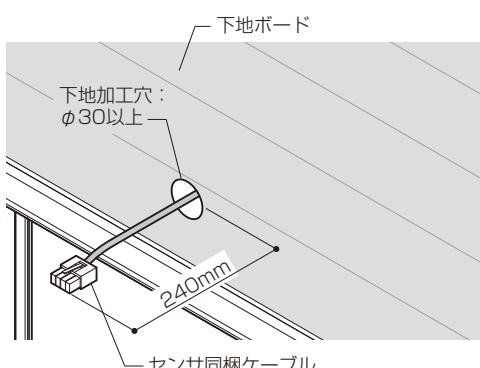

図2-3
- ②結線したセンサ同梱ケーブルのコネクタ側を下地に空けた加工穴(φ30以上)に通してください。(図2-3)